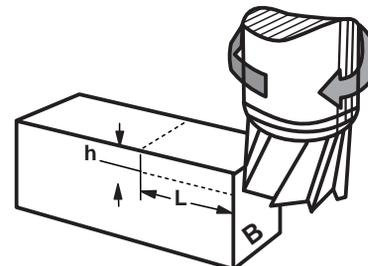

Fig. 2
c) Frese la superficie de referencia B. (Fig. 2).